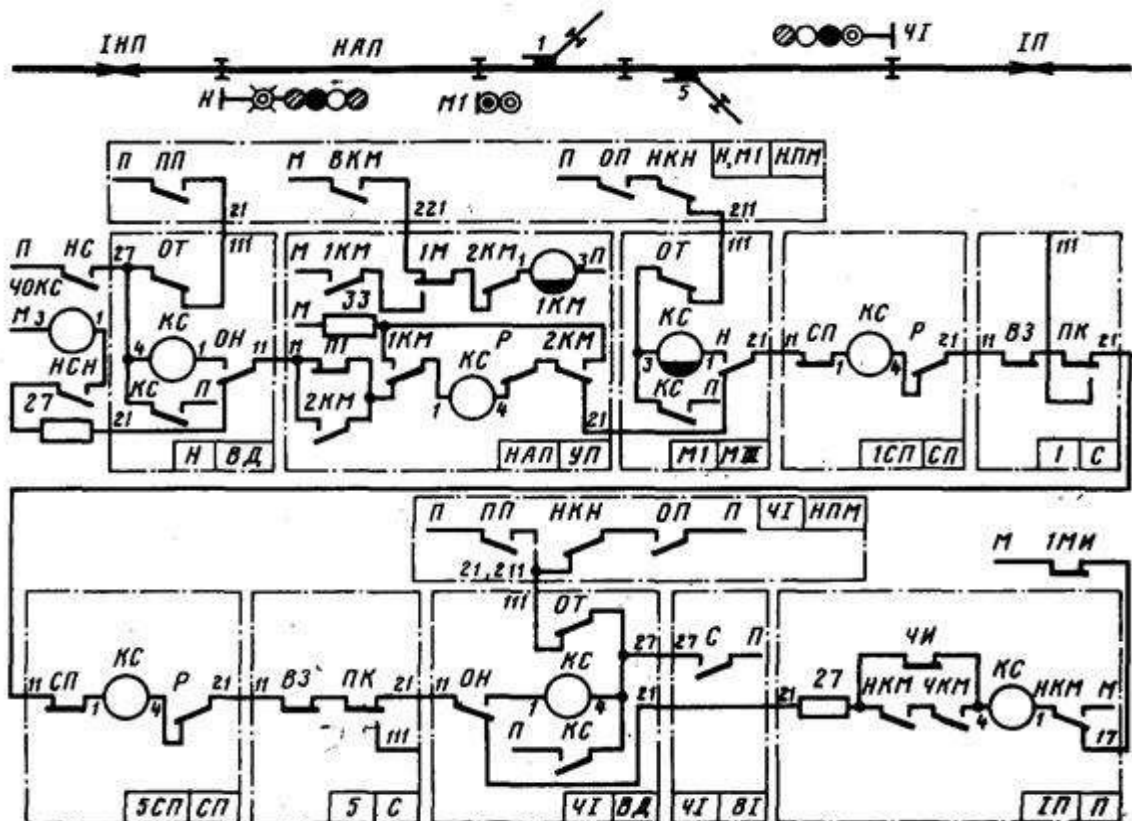

Рисунок 8 - Принципиальная схема установки и размыкания маршрута приёма на промежуточную станцию
11. Дана принципиальная схема установки и размыкания маршрута приёма на промежуточную станцию (Рис. 8). Определить систему ЭЦ;